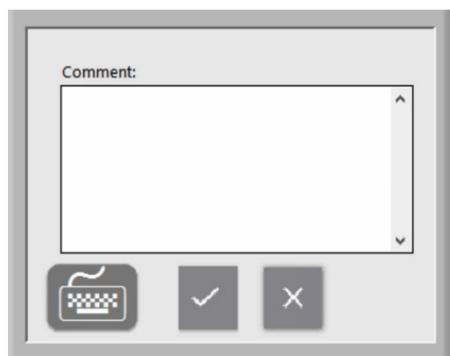

图 43: 备注窗口
- 如果需要，可以通过轻触 **Add Comment**（添加备注）按钮将备注添加到 **Assay Results.pdf** 中。这将打开备注窗口，用户可以在其中添加备注（图 43）。